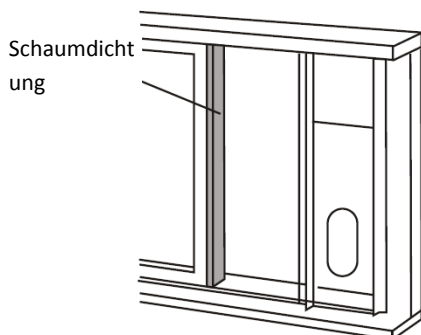

Abb. 14
3. Schneiden Sie die Schaumdichtung (selbstklebend) auf die passende Länge zu, und kleben Sie sie links auf den Fensterflügel. Wie in Abb. 14 gezeigt.